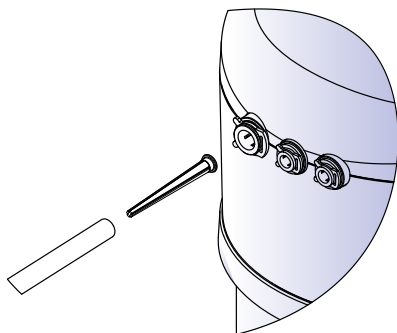

Рис. 6. Установка щелевой вставки
Установка щелевой вставки** (рис. 6)
- Установите щелевую вставку в трубку 3/8" (9,5 мм) как указано на рис. 6 и подсоедините данный конец трубки к водоочистителю.
- Извлеките щелевую вставку из трубки (рис. 6, стр. 6).